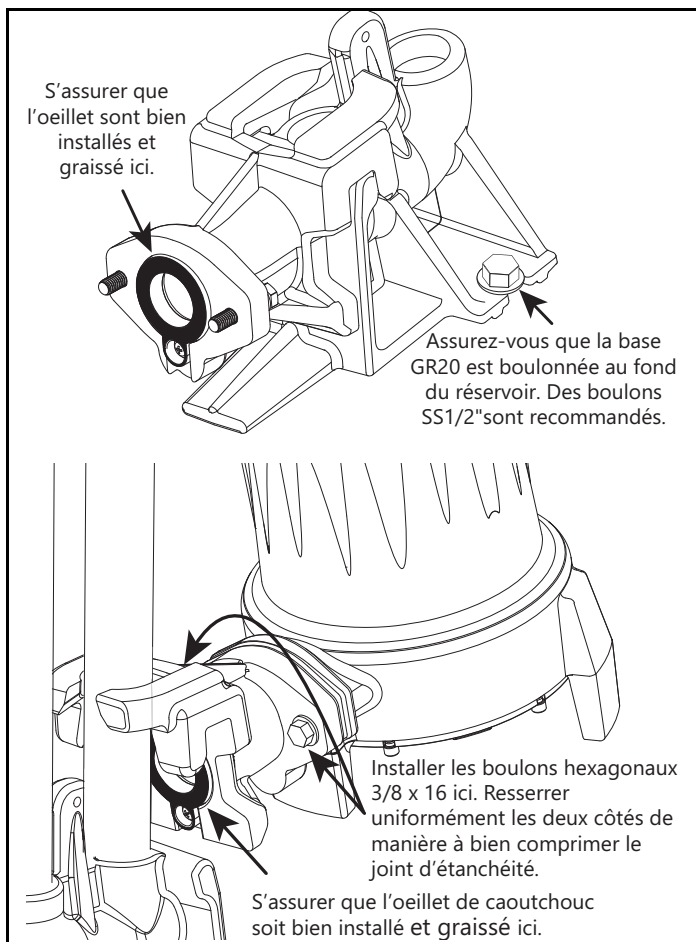
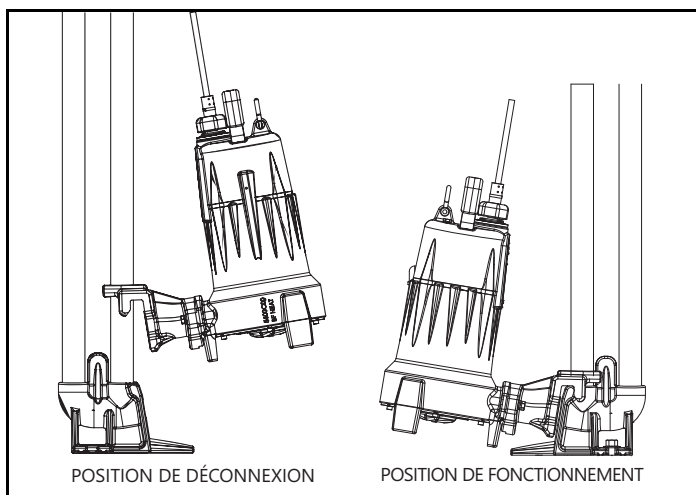

Figure 2. Conseils d'installation
Figure 3. Modes de fonctionnement
- G. Assemblage du rail-guide GR20:** L'ensemble à débranchement rapide GR20 fourni avec le système du broyeur est conçu pour faciliter l'installation et le retrait de la pompe. S'assurer que l'installation est faite conformément aux Figure 2 et Figure 3.